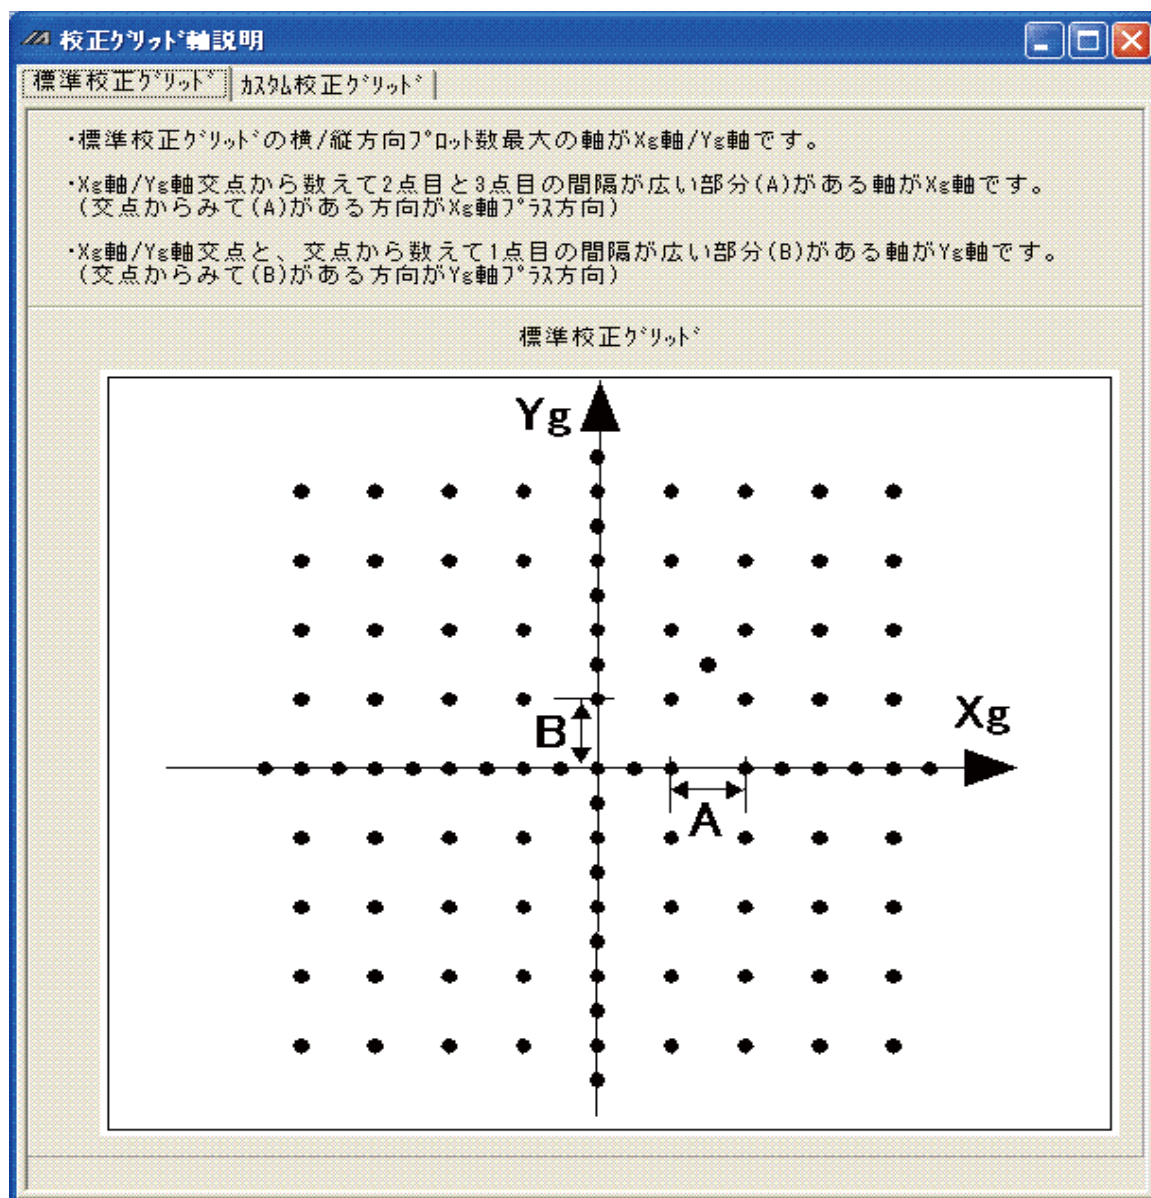

図 4-18 「校正グリッド」説明図
- 「校正グリッド」印刷時、ページの拡大 / 縮小のないことに注意してください。サイズが正しくない場合、キャリブレーションが正しく行われなかったため、実稼動時の誤差が大きくなります。図 4-18 のように「校正グリッド」のドットピッチ (図 4-18、A 部分) を計測し、グリッドタイプに応じたドットピッチになっていることを確認してください。
- 「校正グリッド」の X 軸 / Yg 軸の定義については図 4-18 を参照してください。図 4-18 の画面はビジョンシステムオフセット値算出画面の「校正グリッド軸説明」ボタンを押すことで、表示されます。